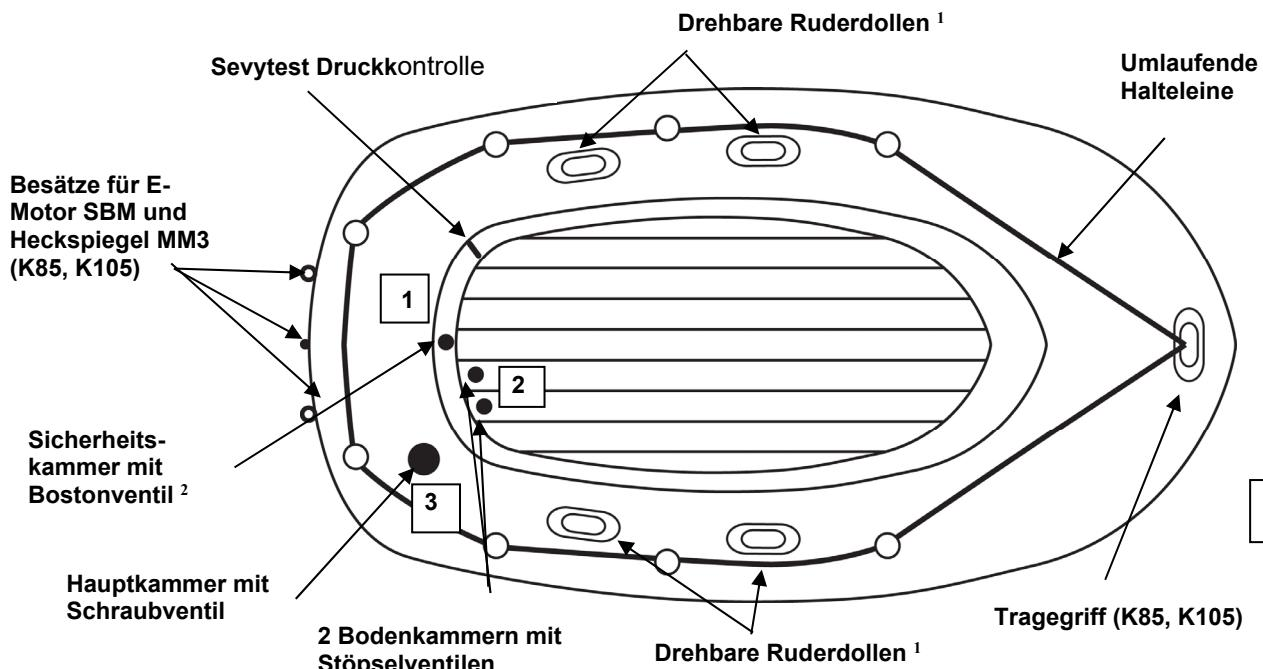

Abb. 1
- Bostonventil(e) (siehe Zeichnung): Schrauben Sie die Ventilverschlusskappe (1) ab. Schrauben Sie den Ventilkörper (2) in die Basis (3) und prüfen Sie, ob die Verschlusskappe zugänglich bleibt. Verbinden Sie das Schlauchende der Pumpe mit dem Ventil (verwenden Sie den passenden Adapter der Pumpe) und pumpen Sie die Kammer bis zum erforderlichen Betriebsdruck auf (siehe Punkt 3). Nach dem Aufpumpen die Ventilverschlusskappen fest anziehen (im Uhrzeigersinn).
2. Pumpen Sie das Boot in der Reihenfolge auf, wie auf dem Typenschild aufgedruckt (siehe auch Abbildung 1 – Nummerierung der Ventile).
3. Maximaler Betriebsdruck: Der korrekte Betriebsdruck für dieses Produkt beträgt 0,06 bar (= 60 mbar) und darf nicht überschritten werden. Ihr Badeboot ist mit der SEVYTEST Druckkontrolle ausgestattet. Diese zeigt an, wie weit aufgepumpt (gedehnt) werden darf. Zuerst die Innenkammer (siehe Abbildung 1) bis zur Markierung „+“ aufpumpen, dann die Hauptkammer (siehe Abbildung 1) bis zur Markierung „-“ aufblasen. Bei Überdruck lassen Sie langsam etwas Luft ab, bei Unterdruck pumpen Sie weiter auf. **Anmerkung:** Nach mehrmaligem Aufpumpen hat sich der Bootskörper so weit gedehnt, dass sich der SEVYTEST nicht mehr zurückstellen wird. Die Funktion des SEVYTEST ist damit jedoch weiter gegeben, denn es ist grundsätzlich darauf zu achten, dass der Zeiger nicht wesentlich über die jeweilige Markierung hinaus wandert.